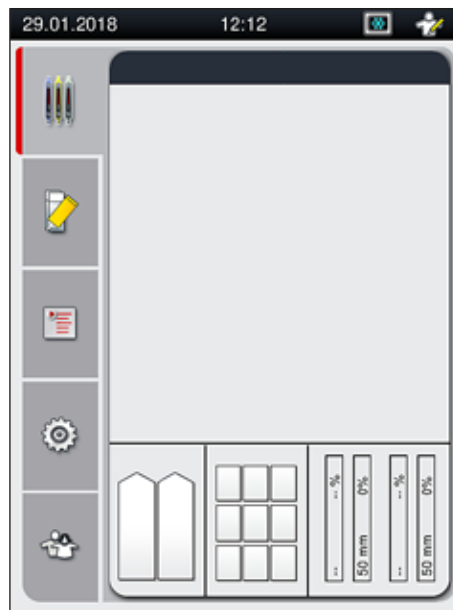

Fig. 12
7. Quand la phase d'initialisation est terminée, le **Menu principal** (→ Fig. 12) apparaît à l'écran.